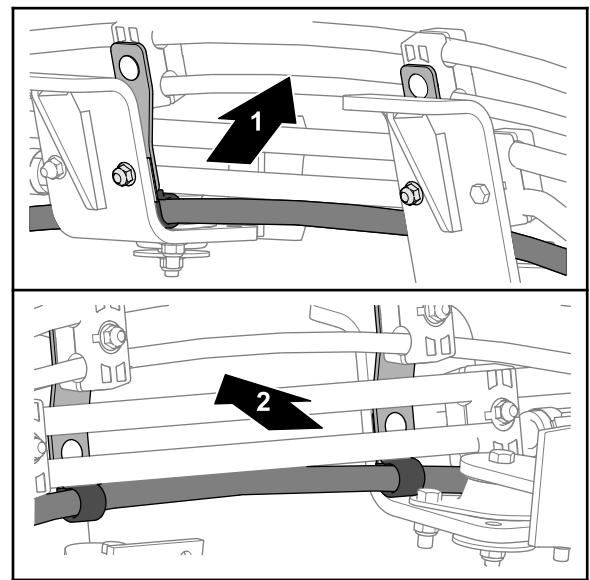

**Figura 128**
1. Encaminhe o tubo de retorno do depósito 6 x 2819 mm (porta EF da válvula de direção EHI) por cima da parte superior dos suportes de montagem do motor direito (Figura 128).
- Monte as 2 braçadeiras em P no tubo, como se mostra na Figura 128.
- Alinhe as 2 braçadeiras em P entre as placas de montagem da braçadeira dos tubos e dos suporte de montagem do motor (Figura 128).
- Prenda a placa de montagem da braçadeira de tubos e as braçadeiras em P (Figura 128) e (Figura 129) com 2 parafuso de carroçaria (5/16 pol. x 1 pol.) e 2 porcas de bloqueio flangeadas (5/16 pol.).